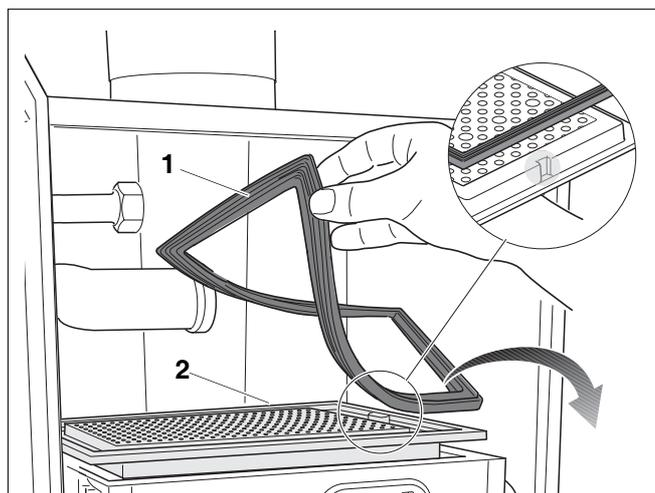

Fig. 98 Rimuovere il bruciatore e la relativa guarnizione
- Rimuovere la guarnizione del bruciatore (fig. 98, **pos. 1**), sostituirla secondo necessità.
- Rimuovere il bruciatore (fig. 98, **pos. 2**) e pulirlo con aria compressa o con una spazzola morbida.
Verificare, al reinserimento del bruciatore, che la scanalatura si trovi a destra (fig. 98, **zoom**).